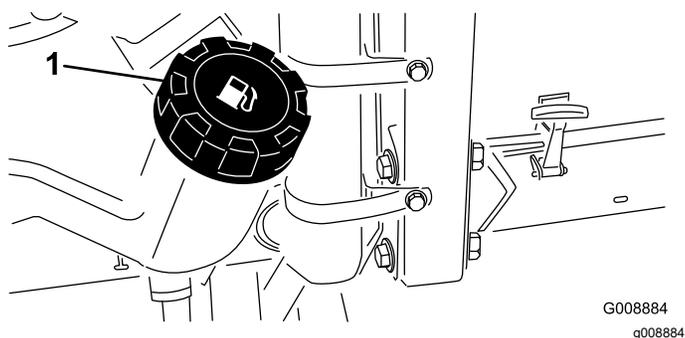

Figura 27
2. Limpe a zona em torno da tampa do depósito de combustível (Figura 27).